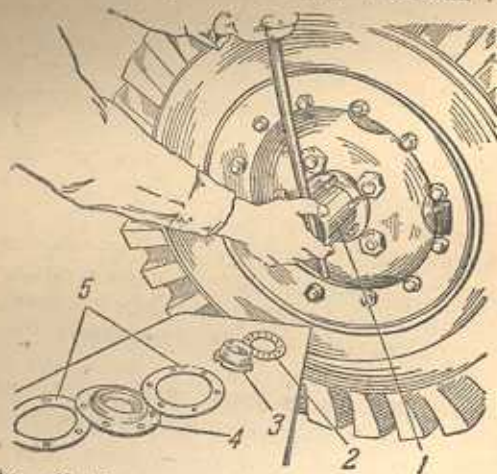

Рис. 40. Регулировка подшипников ступиц колёс:
3. Специальным ключом (см. рис. 40), вращая его по часовой стрелке, затяни доотказа внутреннюю регулировочную гайку, после чего отверни её на $\frac{1}{4}$ оборота.